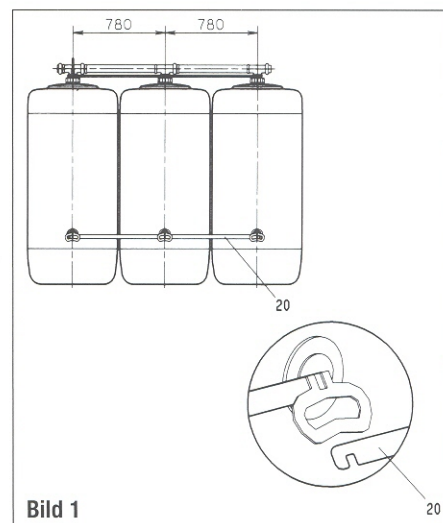

Bild 1
Die Tanks sind mit einem Mittenabstand von 780 mm parallel zueinander aufzustellen. Sie werden mittels Distanzlaschen (20) auf der Vorder- und Rückseite der Tanks auf diesen Mittenabstand fixiert. Nach dem Einstecken der Distanzlaschen (20) in die bei hochgestellten Tragegriffen vorstehenden Arretierungsnocken, sind die Griffe wieder herunterzuklappen (siehe Bild1).